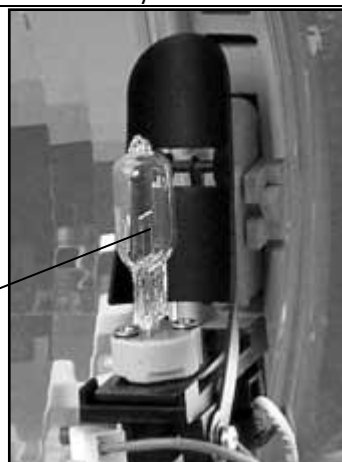

Рисунок 8.1.4.
- Витягнути Лампу "D", потягнувши її вгору (Рисунок 8.1.4.);